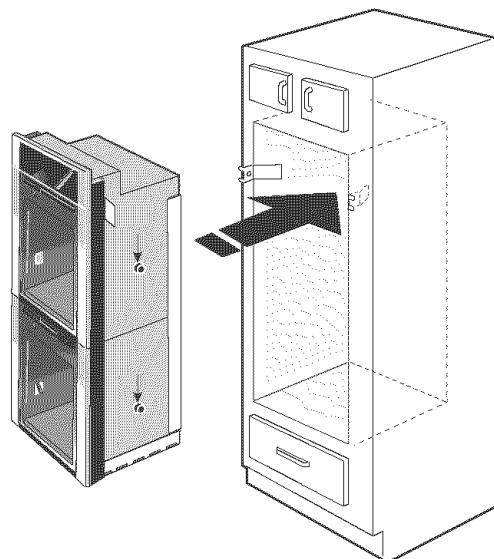

Figure 6
4. Poussez l'appareil à l'intérieur contre l'armoire, les supports de fixation situés sur le côté de l'appareil se fixeront derrière ceux qui viennent d'être installés au cabinet (voir la figure 6).